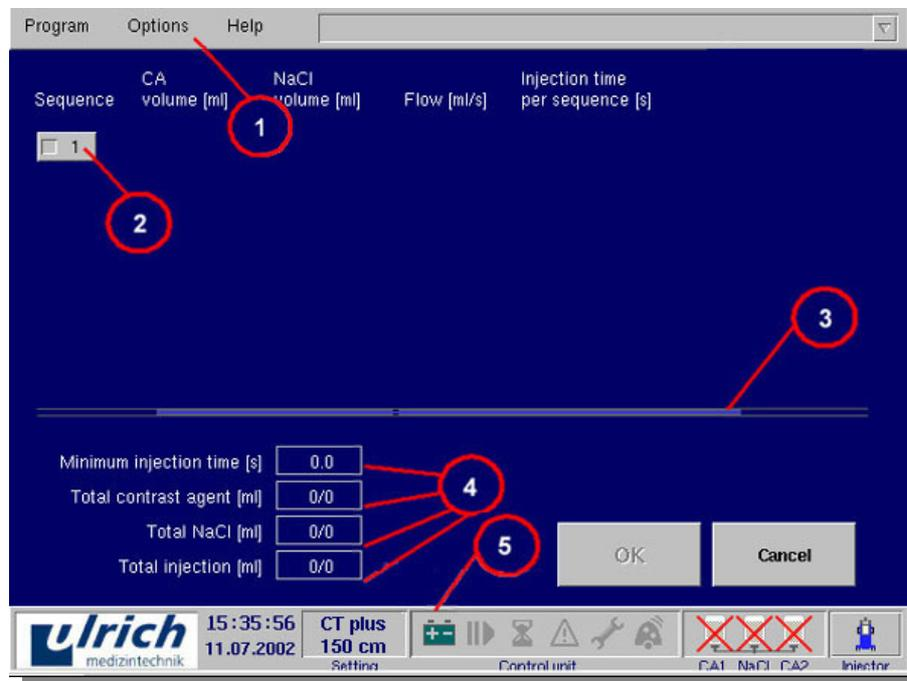
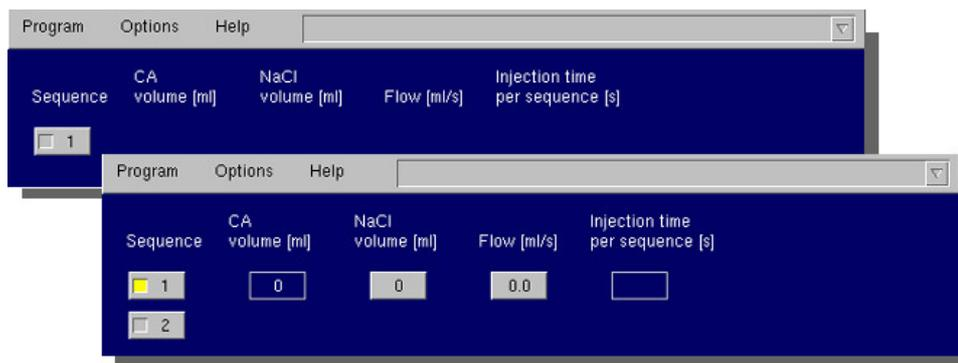

Рис. 6-3 Пользовательский интерфейс на дисплее терминала
Рис. 6-4 Открытие программных операций (режим СТ)
В обоих случаях данные счетчика на дисплее (Рис. 6-3, № 4) не соответствуют действительно инъецированному объему.
Легенда к рис. 6-3
Шапка меню находится в верхней части экрана (Рис. 6-3, № 1).
- Кнопка операции (Рис. 6-3, № 2) При щелчке мыши на кнопке открывается операция (смена цвета с серого на желтый, рис. 6-4), теперь могут вводиться параметры инъекции (ср. Раздел 7.1). При открытии операции автоматически появляется кнопка следующей операции (программируются максимум шесть операций).
- Отображение трубки (Рис. 6-3, № 3)
- Счетчик реального времени для данных инъекции (Рис. 6-3, № 4) Индикация времени инъекции отображает вместе все последовательные операции соответствующей инъекции. Три счетчика объема сопоставляют фактические значения (инъецированный до сих пор объем с момента смены трубки пациента) с задаваемыми значениями (сумма всех последовательных операций проводимой инъекции; при выполнении функции «Тот же самый пациент»: сумма всех инъекций с момента смены трубки пациента).
На нижнем крае экрана дисплея (Рис. 6-3, № 5) находится строка состояния для постоянной информации пользователя об эксплуатационном состоянии инжектора.